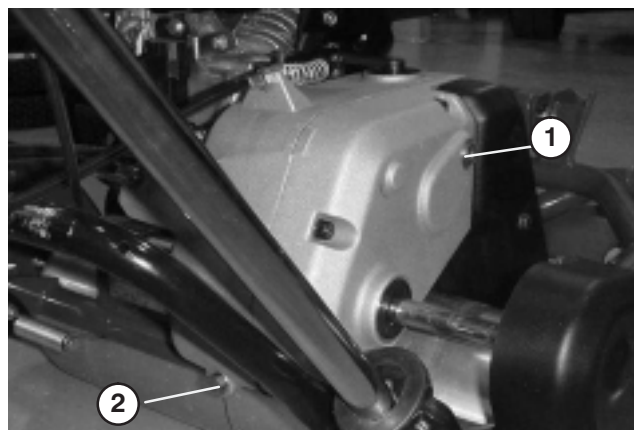

Figure 35
2. Retirez le bouchon de vidange à l'arrière de la transmission (Fig. 35).
3. Appuyez sur le mancheron et basculez la machine en arrière. Retirez le bouchon de contrôle/remplissage du côté droit de la transmission (Fig. 35).